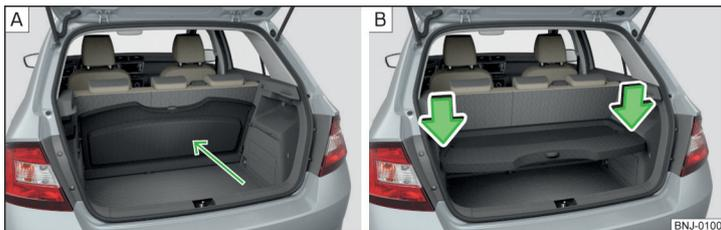

Fig. 96 Cobertura da bagageira: atrás dos encostos dos bancos traseiros / arrumada na posição inferior
A cobertura pode ser retirada do veículo, e arrumada, eventualmente, em duas posições » Fig. 96 na página 80.
A cobertura da bagageira pode ser arrumada atrás dos encostos dos bancos traseiros » Fig. 96 - **A**) ou na posição inferior » Fig. 96 - **B**).
- ▶ Pressione na parte superior da tampa no sentido da seta » Fig. 96 - **B**).